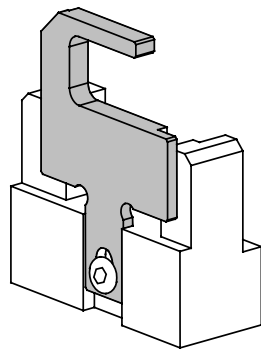

FIG. 1 POSIZIONE ESTRATTORE
- 3.1.7)** Controllare la posizione dell'estrattore (09): nel caso di lavoro su connettori del tipo ANE 7-M... ed ANE 9 M....dovrà essere portato, dopo aver allentato la relativa vite di fissaggio, nella posizione di "tutto alzato" (ved. Fig. 1).